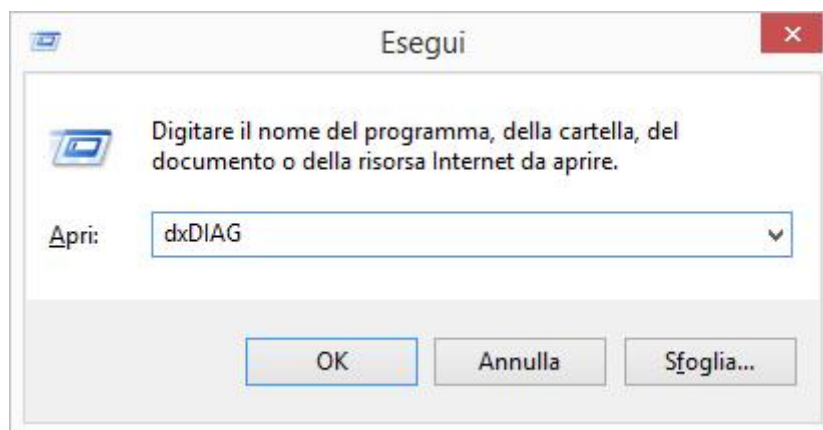
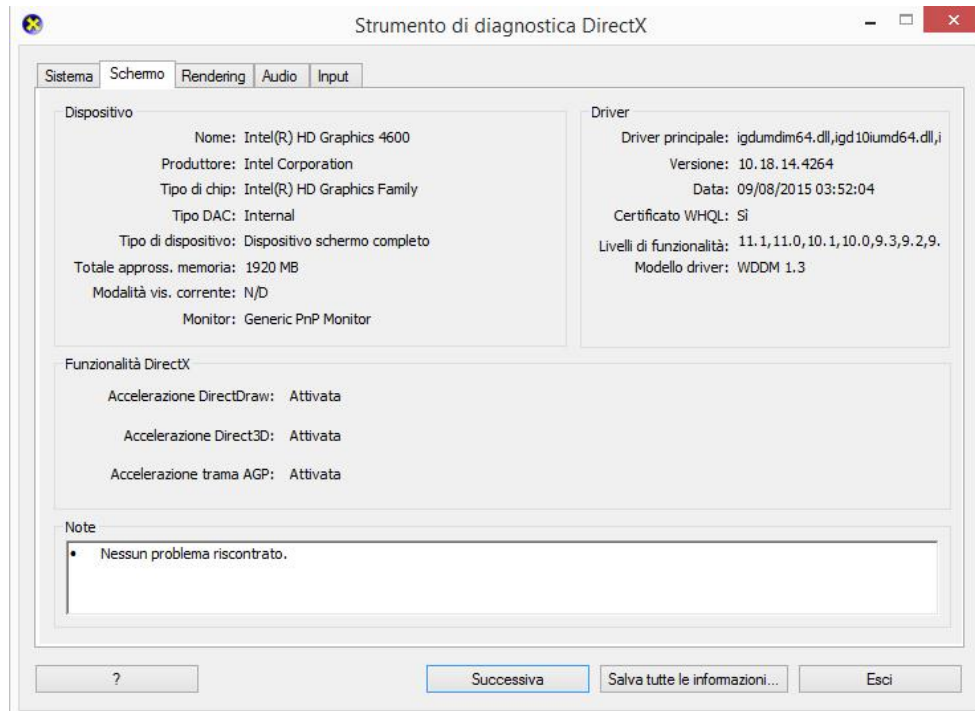

Figura 2.14: Lancio dell'utility dxDIAG.
Figura 2.15: Utility dxDiag.
- Verificare che il 3D sia abilitato: lanciando l'utility "dxDiag" come in figura 2.14, nella scheda "Schermo", figura 2.15.